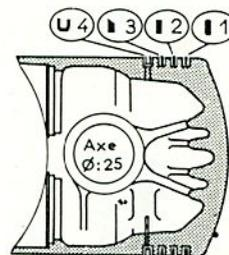

Figure 19.
Utiliser un rode-soupape à ventouses (3, fig. 19 bis) et effectuer le rodage de la soupape sur son siège.
Figure 19 bis.
Rectification des sièges et rodage sur un cylindre déposé (fig. 19 bis)
Après décalaminage du fond de cylindre avec une brosse métallique ou un grattoir, poser un guide pilote (4) (fig. 19 bis) dans le guide de soupape, puis réaliser le travail avec une meule à rectifier (1) commandée par un flexible (2, fig. 19 bis).